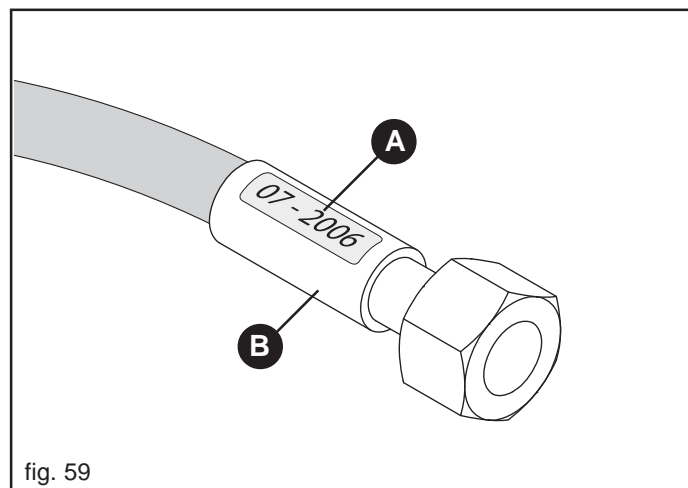

fig. 59
- perdite in prossimità dell'armatura del tubo (B, Fig. 59);
- corrosione dell'armatura (B, Fig. 59);
- superati i 5 anni dalla produzione (A, Fig. 59).